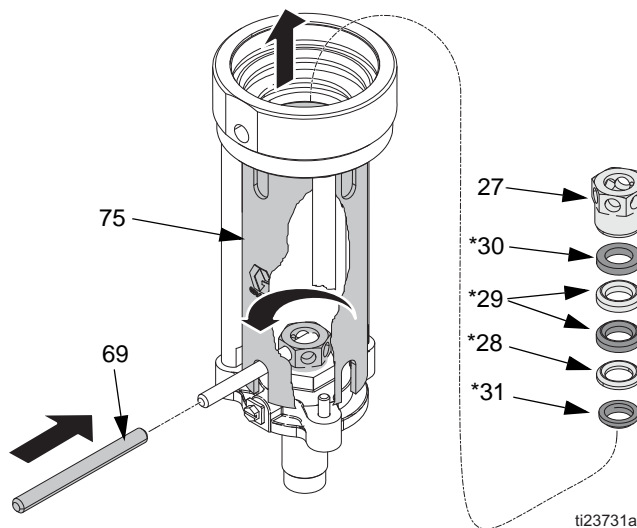

FIG. 25
12. Retirer l'écrou hex (27) de la bride de fixation (26). Enlever le presse-étoupe femelle (*30), les 2 joints en PTFE (*29*), le presse étoupe mâle (*28*) et le racleur (*31*). Vérifier si aucune des pièces n'est endommagée. Voir FIG. 25.